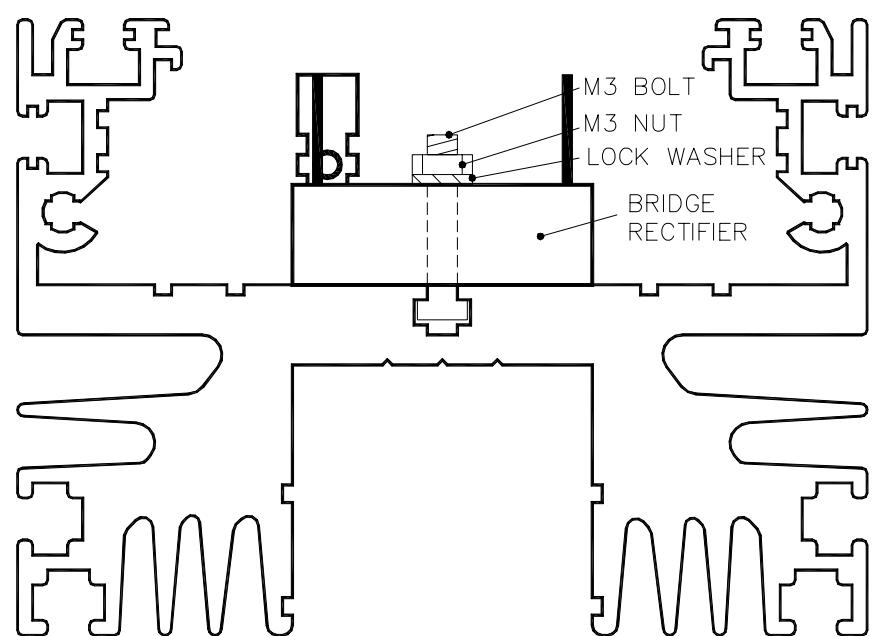

FIG. 3.5
- Legen Sie ein wenig wärmeleitende Siliziumpaste (erhältlich im Fachgeschäft) auf der Rückseite des Brückengleichrichters und montieren Sie den Brückengleichrichter mit einer Sicherungsscheibe und einer M3 Mutter (siehe Abb. 3.5). Achten Sie darauf, daß die mit + gekennzeichnete Klemme oben steht (siehe Abb. 3.1).